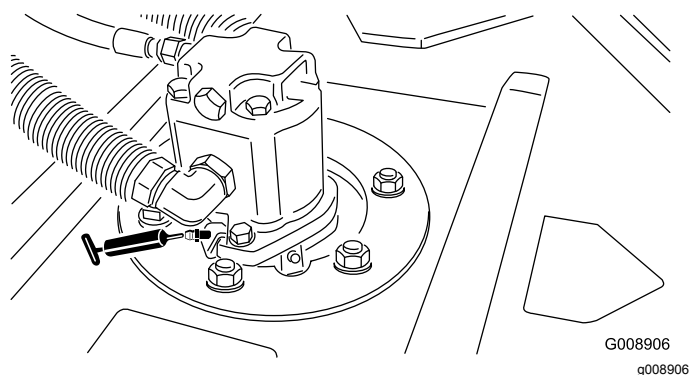

Figure 51
- Roulements d'axes de pivots de plateau de coupe (2 par plateau de coupe) (Figure 51)